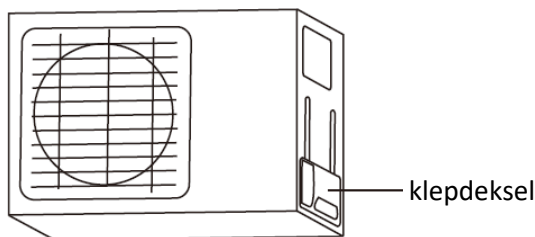

Fig. 5.9
1. De kap van de afsluiter op de zijkant van de buitenunit losschroeven. (Zie **Fig. 5.9**)